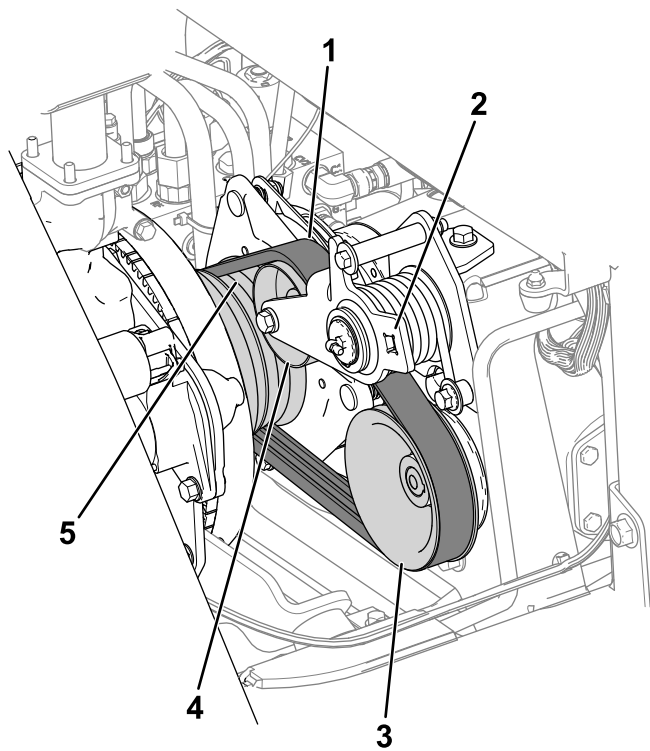

Figura 74
3. Fate passare la cinghia sulla puleggia del motore, la puleggia tendicinghia e la puleggia della pompa (Figura 74).